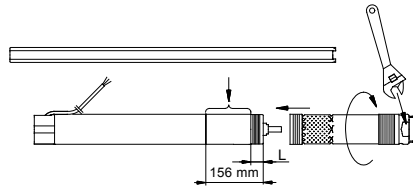

Fig. 6
1. Motorul se fixează orizontal într-o menghină, vezi fig. 6.
La suprafața de prindere a părții de pompă poate fi folosită o cheie, vezi fig. 6.